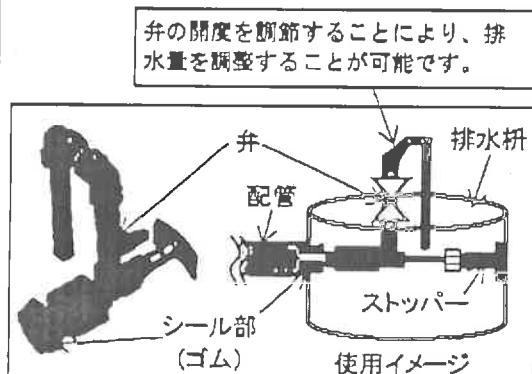

図4 排水量を調整できる閉止栓概略図
- ①現場や配管の高さ関係を示した図面を確認しなかったため、配管内部に想定以上の残水があることに気付けませんでした。また、この確認行為を作業手順に定めるよう社内規程に定めていませんでした。
- ②排水枠からの溢水防止を考えるにあたり、排水時の漏えいリスクを過小評価していたことにより、排水量を調整できる閉止栓(図4参照)を使用することまで思いが至っておりませんでした。また、慎重に閉止栓を取り外せば問題なく排水できると考え、被水を想定した飛散防止措置まで思いが至っておりませんでした。